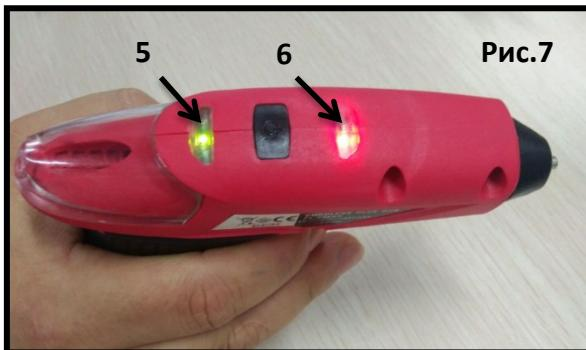

Рис.7
При включении загораются индикатор процесса заряда/уровня заряда (5) **ЗЕЛЁНЫМ** цветом, если клеевой пистолет полностью заряжен и индикатор нагрева (6) **КРАСНЫМ** цветом, что сигнализирует о начале процесса нагрева клеевого пистолета Рис.7.